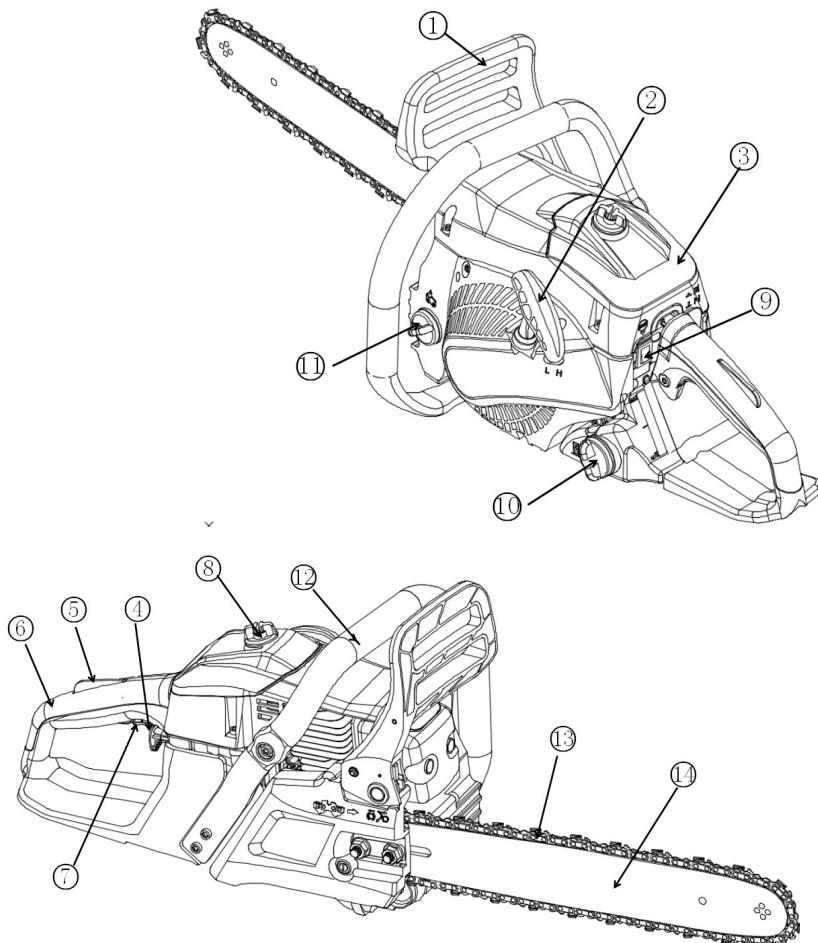

рис.2
Бензопила – пила, приводом которой является одноцилиндровый двухтактный бензиновый двигатель внутреннего сгорания. Исполнительным механизмом пилы является пильная шина (рис.2 поз.14) с установленной на ней пильной цепью (рис.2 поз.13). Двигатель передаёт крутящий момент на звёздочку привода цепи через муфту сцепления. Звездочка приводит в движение пильную цепь (рис.2 поз.13). Двухтактный двигатель работает на смеси неэтилированного бензина с октановым числом не менее 92 и масла для 2-тактных двигателей. Он оснащён карбюраторной системой питания и электронной системой зажигания. Запуск двигателя осуществляется с помощью ручного стартёра (рис.2 поз.2). Во время работы на холостых оборотах зацепление не происходит, и пильная цепь не движется. Увеличивая обороты двигателя нажатием на клавишу управления дроссельной заслонки
(рис.2 поз.7), мы увеличиваем центробежную силу воздействующую на колодки сцепления, центробежная сила разводит в стороны колодки сцепления, которые в свою очередь входят в зацепление с барабаном вращая ведущую звездочку цепи. После снижения оборотов двигателя до холостого хода (около 3200 об/мин), цепь останавливается. Ручной тормоз цепи, для мгновенной остановки в случае внештатной ситуации необходимо нажать рукой на щиток тормоза (рис.2 поз.1) от себя, или при срабатывании автоматического инерционного привода (при отскеоке, защемлении цепи). Пила оснащена принудительной системой смазки пильной цепи. Подача масла насосом начинается при достижении двигателем рабочих оборотов.
Перед выполнением работ по сборке, настройке и заправке рабочими жидкостями убедитесь, что выключатель зажигания (рис.2 поз.9) находится в положении выключено.
Ослабьте с помощью комбинированного ключа и снимите с пилы гайки крепления шины (рис.3 поз.1). При снятом тормозе цепи, установите шину (рис.2 поз.13) на крепёжные шпильки в крайнее заднее положение.
Пильную цепь (рис.2 поз.13) установите на ведущую звёздочку. Уложите цепь в паз шины направлением зуба как на рис 5.
- открутите пробку масляного бака (рис.2 поз.10);